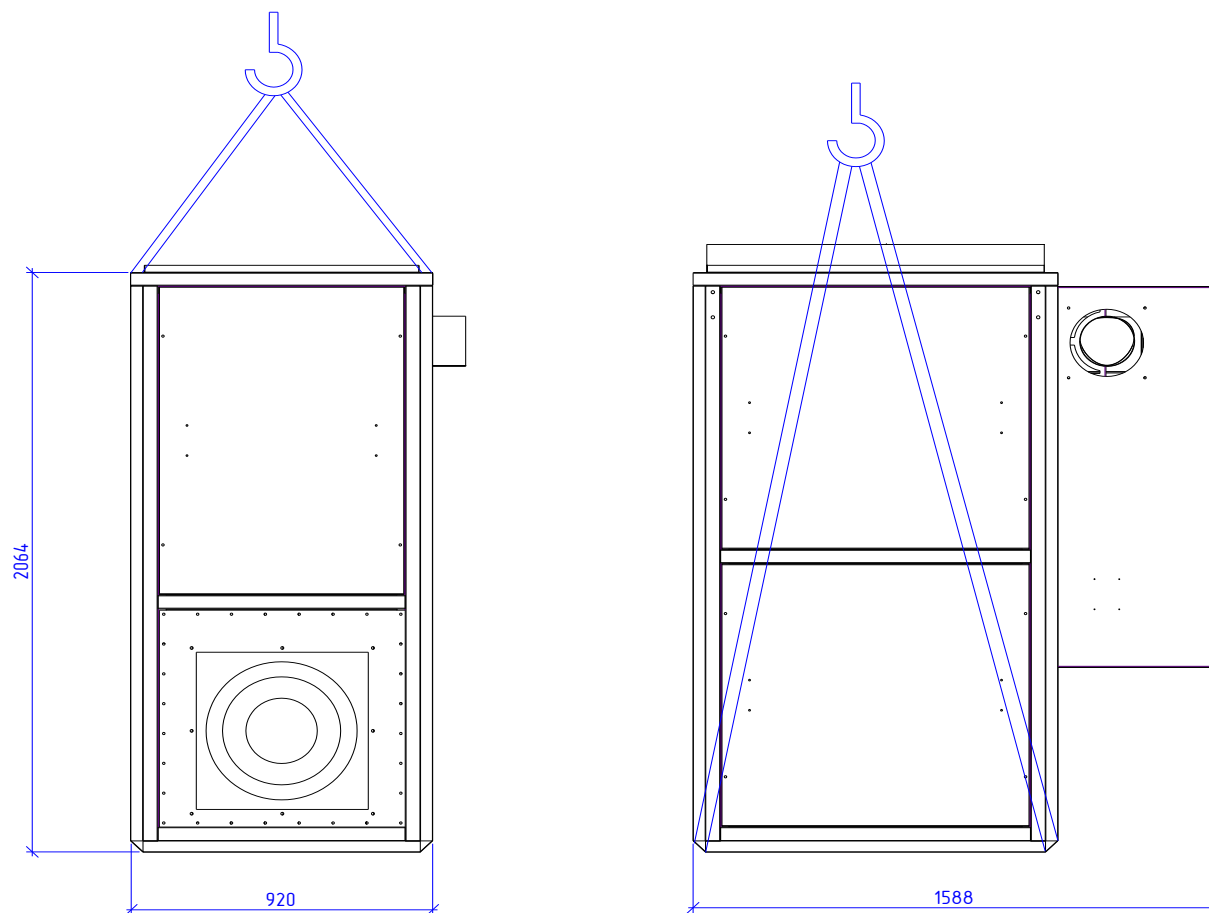

Рисунок 5 - Схема строповки
- строповку производить в соответствии со схемой строповки (рис. 5);